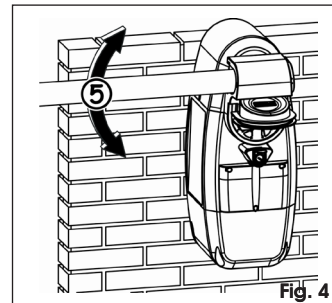

Fig. 4
3. Movimentare manualmente l'asta, Fig. 4.
4. Move the rod manually, Fig. 4.